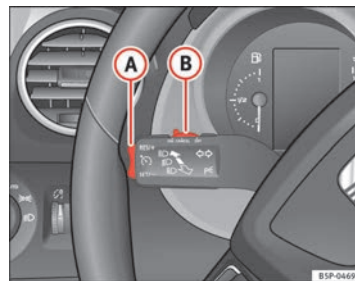

Fig. 152 Palanca de intermitentes y de luz de carretera: mando y tecla basculante para el regulador de velocidad
- Cuando se haya alcanzado la velocidad que se quiere programar, pulse brevemente la parte inferior de la tecla basculante **SET/-** ⇒ fig. 152 **(A)** una vez.